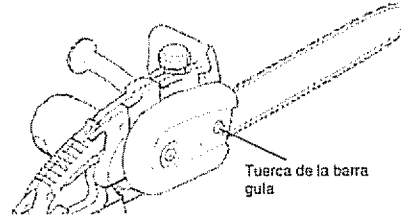

Figura 8- Éloignez le guide-chaîne
10. Apriete a mano la tuerca de la barra guía en el perno de la barra (vea la figura 8)